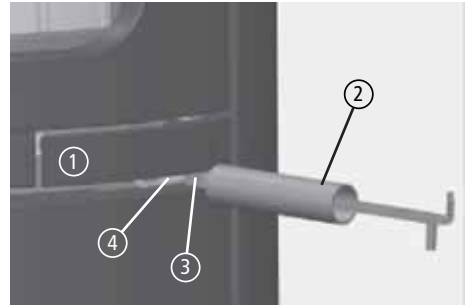

Abb. 4.5 NOVIA/ VISPA: Türgriff und Bediengriff
Den NOVIA / VISPA können Sie mit dem abnehmbaren Bediengriff ② („kalte Hand“) öffnen. Dazu wird dieser Bediengriff mit dem flachen, kurzen Steg ③ in die Nut unterhalb des Türgriffs ④ gesteckt (siehe Abb. 4.5).